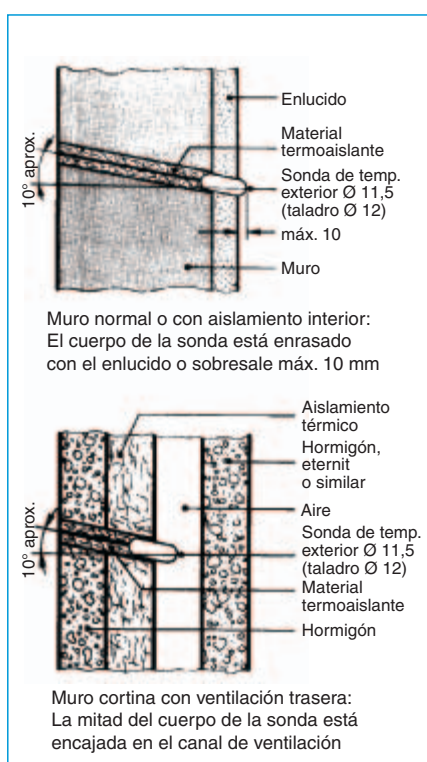

Fig. 4
### Sonda de temperatura exterior (ver la fig. 4)
- Montar la sonda de temperatura exterior de acuerdo con la fig. 4.